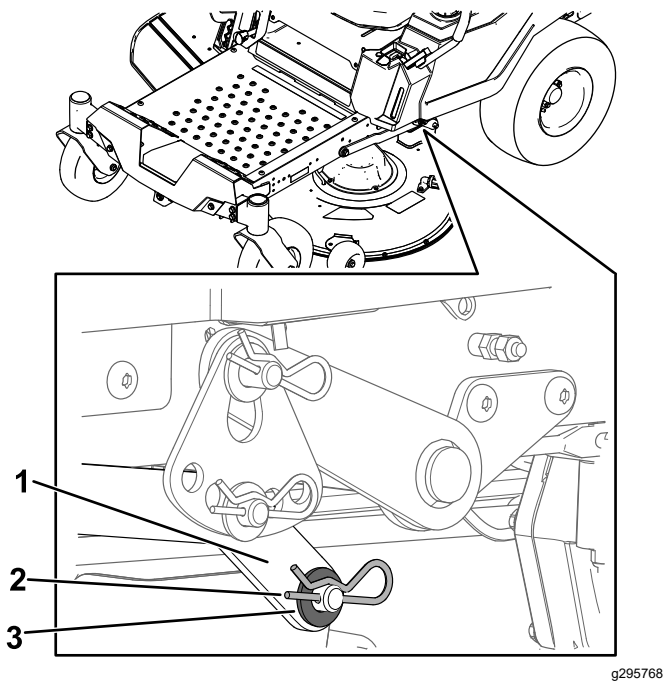

Figura 73
6. Num lado da máquina, remova a anilha e o perno de gancho do pino da plataforma (Figura 73).
7. Remova o braço de elevação do pino da plataforma (Figura 73).
5. Num lado da máquina, eleve a traseira da plataforma do cortador e eleve o braço de elevação para o pino da plataforma (Figura 73).
6. Instale o braço de elevação utilizando a anilha e o perno de gancho (Figura 73).